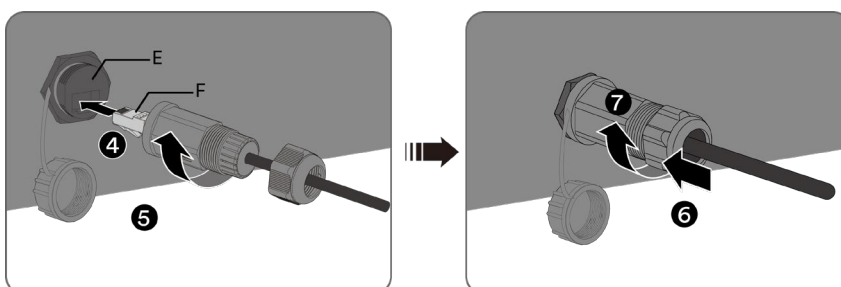

Abb. 37. Netzwerkkabel anschließen
7. Schrauben Sie die Überwurfmutter auf die Gewindehülse. (siehe Abb. 37)